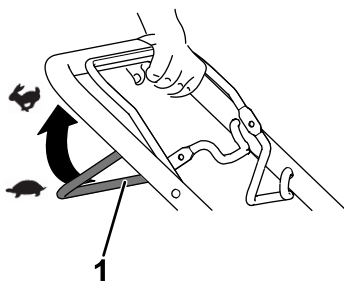

Figuur 12
1. Houd de bedieningsstang van het maaimes tegen de handgreep (A in Figuur 12).
2. Trek aan de handgreep van het startkoord (B van Figuur 12)